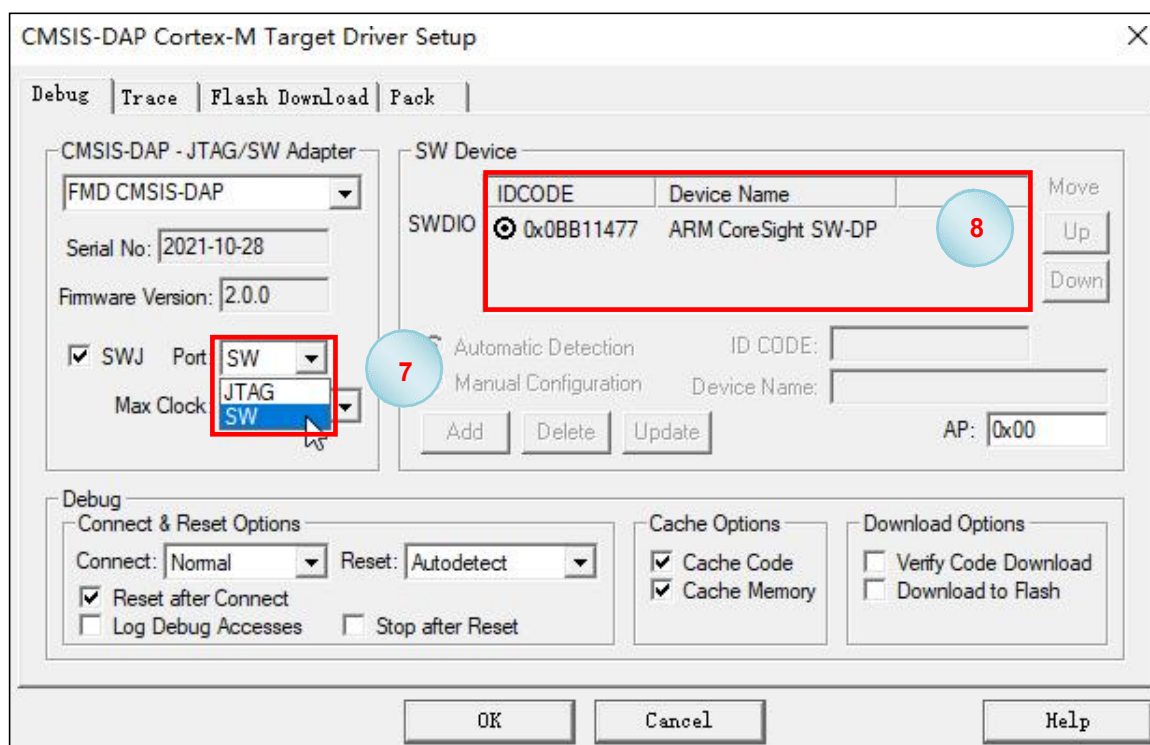

图 5-4 FMD CMSIS-DAP SWD 配置及调试器连接状态
8、Port 下拉框选择“SW”（图 5-4 中步骤 6）。
- 9、如图 5-4 中红框 8 内容所示，IDCODE 及 Device name 已正常识别并显示，表示FMD CMSIS-DAP 已正常连接并工作，用户可以通过点击两次确定进行返回。